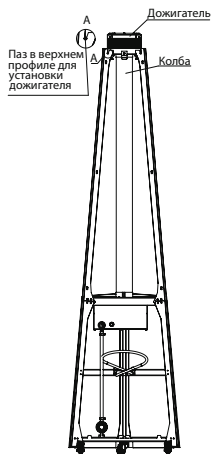

Рис.9 - Установка колбы и дожигателя
- Извлеките из коробки колбу и аккуратно вставьте колбу, и сверху установите на профили дожигатель (рис.9), фиксируя колбу, затяните винты;